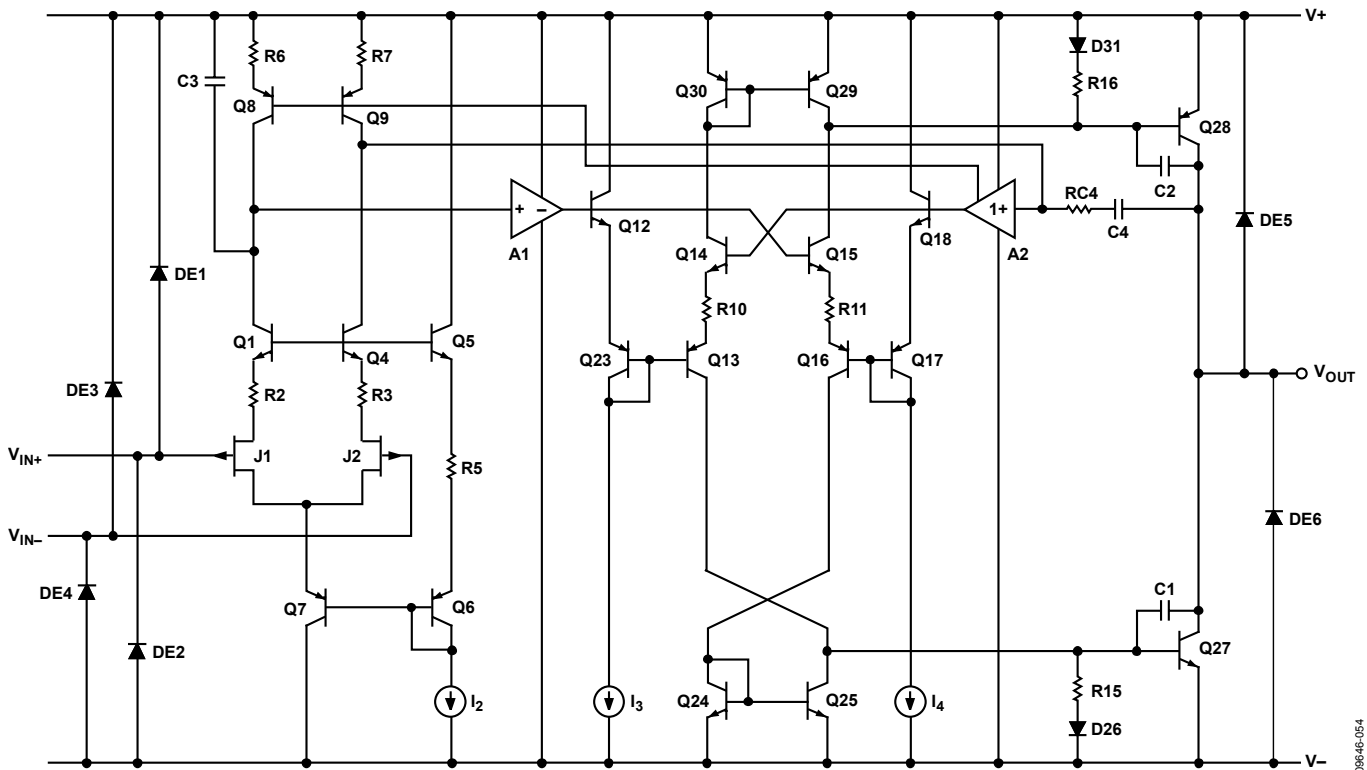

图57. 简化示意图
ADA4610-1/ADA4610-2/ADA4610-4 采用 ADI 公司 iPolar® 工艺制造,这是一种利用 P 沟道 JFET 技术的 36 V 电介质隔离 (DI) 工艺。独特的架构使得 ADA4610-1/ADA4610-2/ADA4610-4 可将高精度、高速度特性整合到高压、低功耗运算放大器中。图 57 为 ADA4610-1/ADA4610-2/ADA4610-4 的简化原理图。JFET 输入级架构提供低输入偏置电流、高带宽、高增益、低噪声的优势,当施加的输入信号超过共模电压范围时也不会反相。输出级为轨到轨式,具有高驱动特性;无论灌电流还是拉电流,压差均很低。